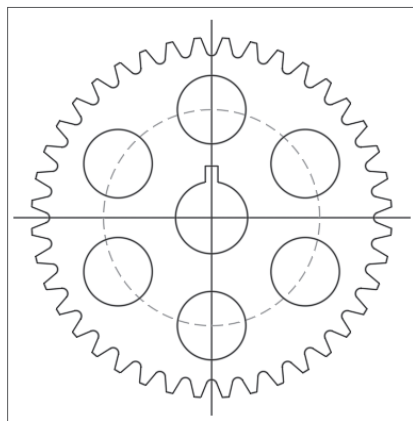

图 2-46
**步骤 01** 打开“链轮”素材文件，如图2-46所示。